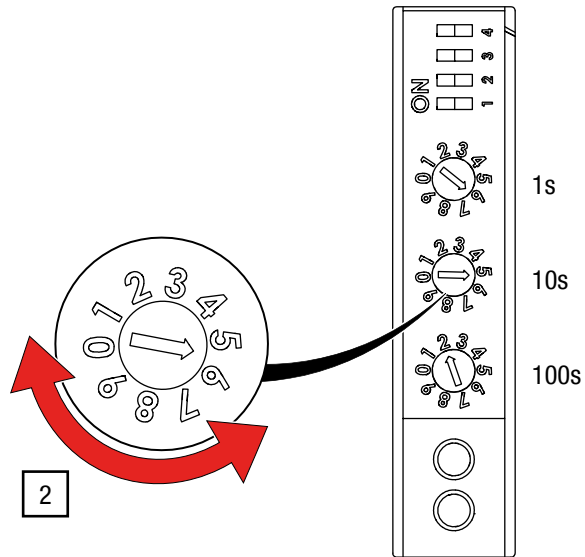

Abb. 26: Drehrädchen zur Einstellung der DMX-Adresse an Steuerung G-FRAME
2. Drehen Sie die Einstellräder für die DMX-Kanäle bei den drei Einstellrädern (1er, 10er und 100er-Stellen) mit einem Schraubendreher auf die gewünschte Ziffer (siehe Abb. 26).
Im Beispiel in Abb. 26 ist beispielhaft die DMX-Adresse 256 eingestellt. Die Schiebeschalter 1-4 („dipswitches“) bleiben ausgeschaltet („off“).